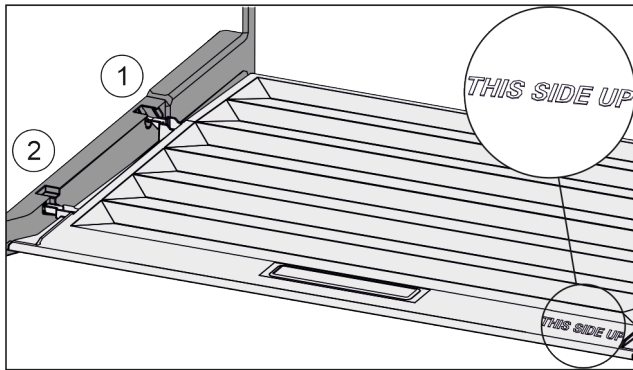

Fig. 39
- ▶ Вставити поперечні ребра через отвір заднього тримача Fig. 39 (1) і зафіксувати спереду у тримачі Fig. 39 (2).